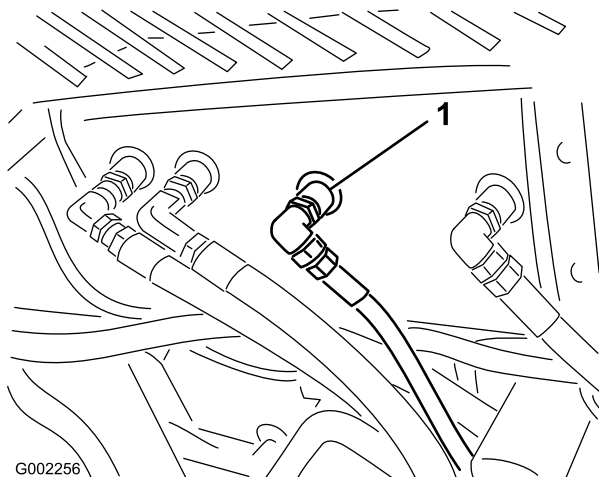

Bild 58
2. Reinigen Sie den Bereich um einen Hydraulikschlauchanschluss unten am Hydrauliköltank (Bild 58).
4. Nehmen Sie das Schlauch-Anschlussstück vom Tank ab und lassen Sie das Öl in die Wanne laufen (Bild 58).